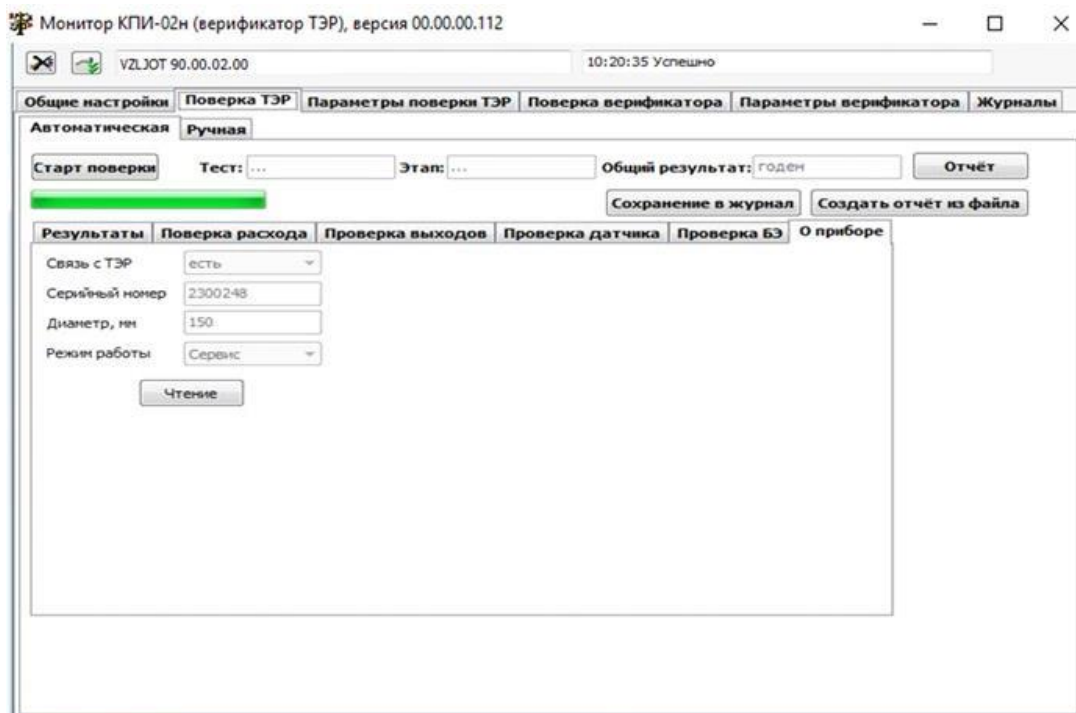

Рис.15. Окно «О приборе» вкладки «Поверка ТЭР».
- 4.2.3. По окончании поверки в окнах **Поверка расхода**, **Проверка выходов**, **Проверка датчика**, **Проверка БЭ** можно считать результаты всех проведенных измерений и тестов. В окне **О приборе** отображается информация о поверяемом расходомере (рис.15).